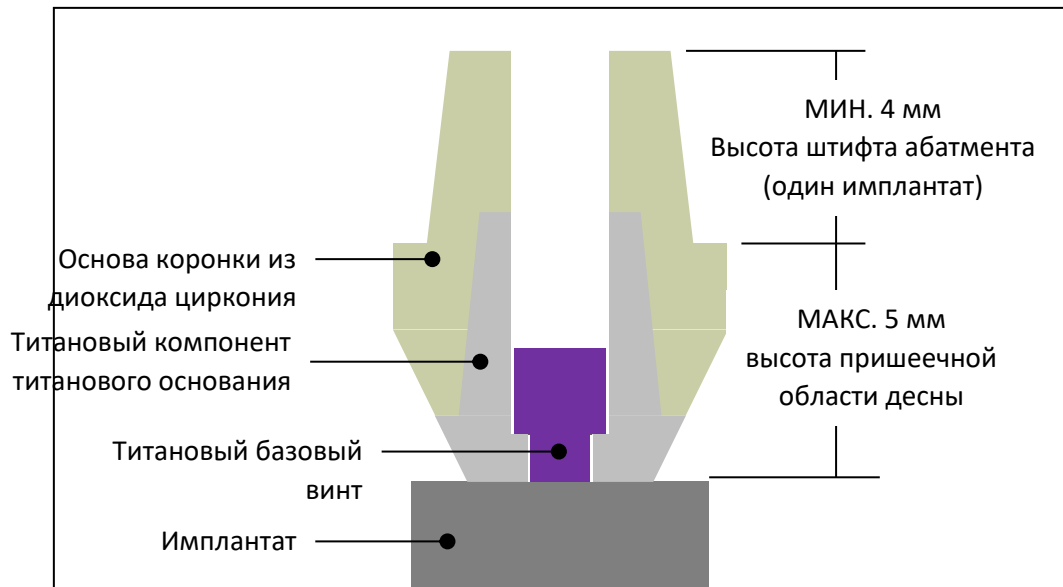

Рисунок 2. Конструктивные ограничения основы коронки (супраструктуры) из диоксида циркония
- Максимальная высота шейки — 5 мм. (см. **Рисунок 2**)
- Титан основания абатменты с высотой штифта менее 4,0 мм предназначены только для многокомпонентных реставраций. (см. **Рисунок 2**)